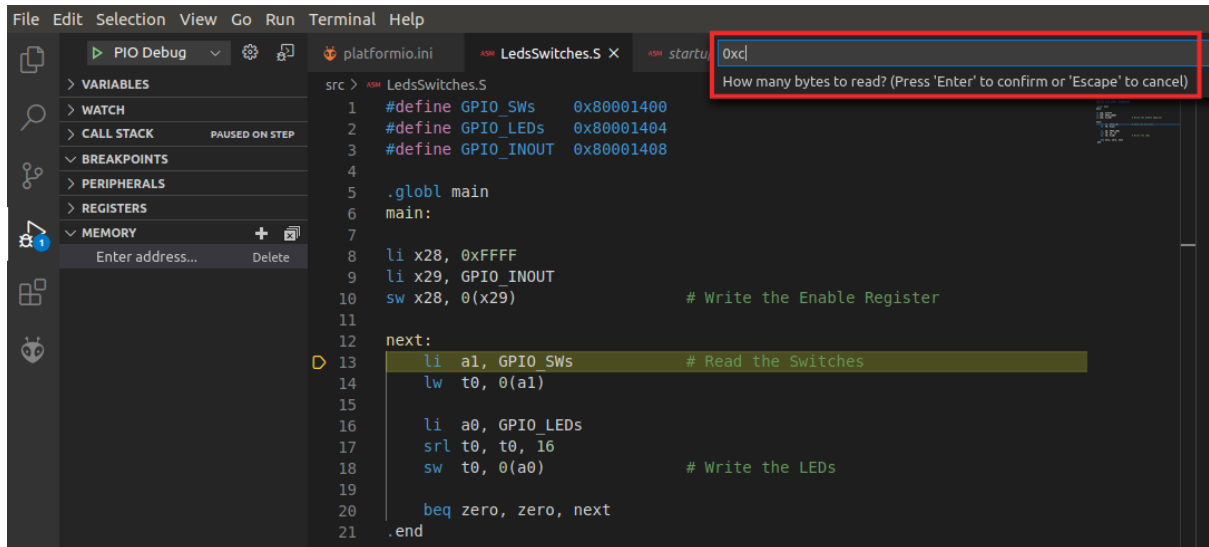

图57. 要显示的字节数
- c. 然后，请求要检查的字节数（参见图57），为此插入一个值0xc（我们要检查三个4字节的I/O寄存器，因此需要12个字节）。